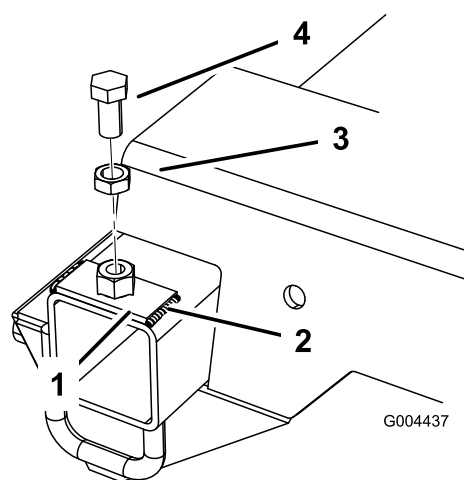

図5
4. 新しいプレートをフレームに溶接する左右それぞれの側に1/4インチ6mmのビーズを作る **図5**。ボルトとジャムナットが冷えたら、これらを取り外す。